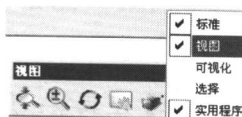

图 1-15
(3) 在工具条上单击鼠标右键，系统弹出工具条快捷菜单，勾选需要使用的工具条，工具条被显示出来，如图 1-15 所示。